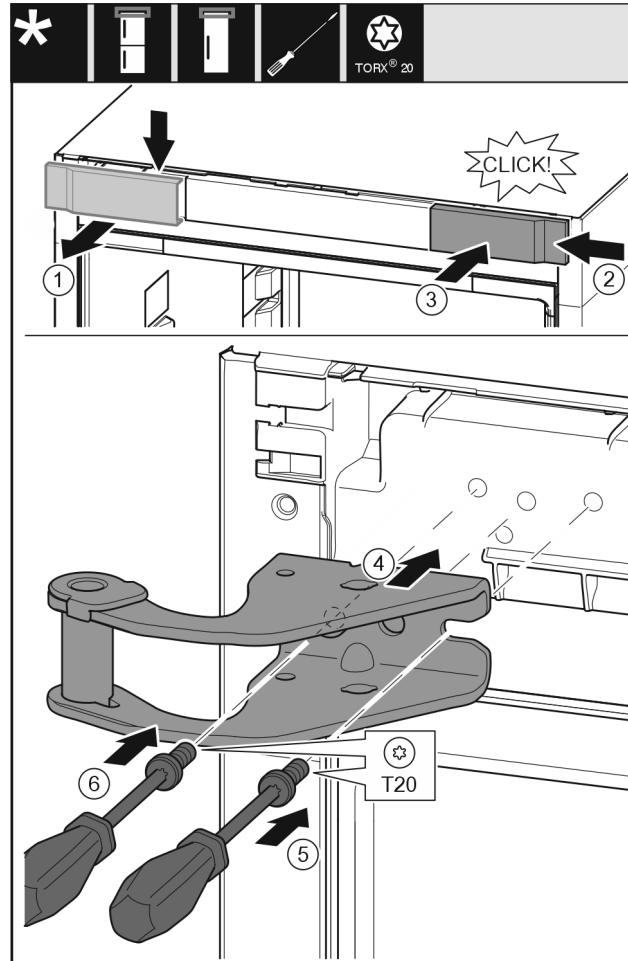

Fig. 10
- Hiqni kapakun mbulues nga lart duke e tërhequr përpëra. Fig. 10 (1)
- Futni kapakun të rrotulluar me 180°, në anën tjeter nga e djathta. Fig. 10 (2)
- Mbërtheni në vend kapakun mbulues. Fig. 10 (3)
- Vendosni bazamentin mbështetës të sipërm. Fig. 10 (4)
- Vendosi vidën me një kaçavidë T20 dhe shtrëngojeni fort. Fig. 10 (5)
- Futni në vend vidën me një kaçavidë T20 dhe shtrëngojeni fort. Fig. 10 (6)